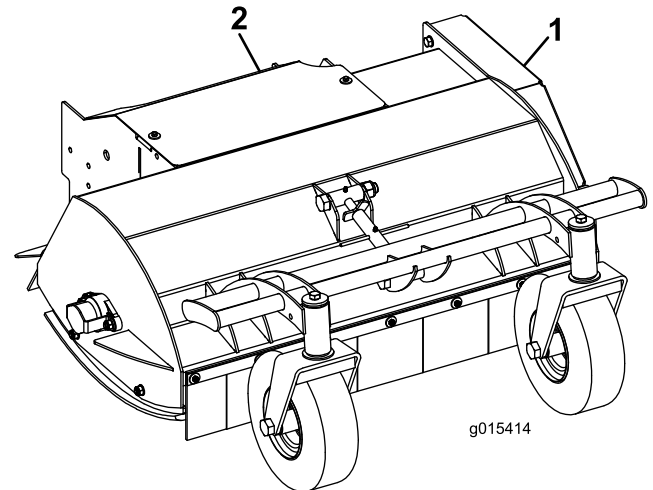

Bild 6
1. Entfernen Sie die obere Schutzvorrichtung (Bild 6).
5. Bringen Sie die obere Schutzvorrichtung wieder an (**Bild 6**).